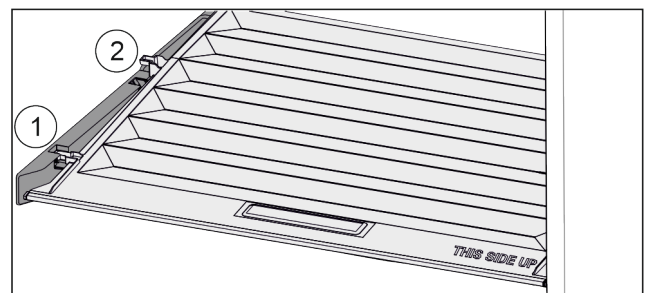

Fig. 117
- ▶ Deckel bis zur Öffnung in den Halteteilen nach vorne ziehen Fig. 117 (1).
- ▶ Hinten von unten anheben und nach oben wegnehmen Fig. 117 (2).